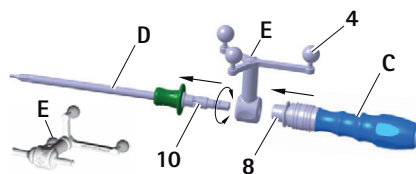

Fig. 8 Montaggio dell'unità a stella di riferimento dello strumento ("calibrazione con ICM 4") e impugnatura S⁴C (FW067R o FW165R) sul cacciavite S⁴C
- Rilasciare la bussola di bloccaggio 8, vedere Fig. 8. Accertarsi che l'impugnatura S⁴C sia correttamente scattata in posizione.